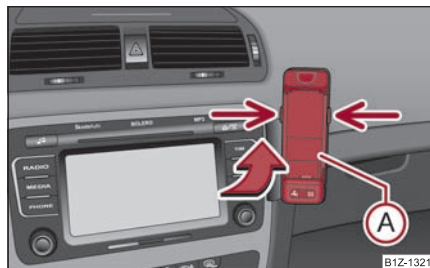

Fig. 160 Adaptare universală pentru telefon
- Împingeți mai întâi adaptorul (A) în sensul săgeții ⇒ fig. 160 în suport. Apăsați ușor adaptorul pentru a vedea dacă s-a fixat.
- Așezați telefonul în adaptorul (A) (conform instrucțiunilor producătorului).
- Apăsați simultan elementele de blocare laterale ale suportului și scoateți telefonul cu adaptorul ⇒ fig. 160. ■